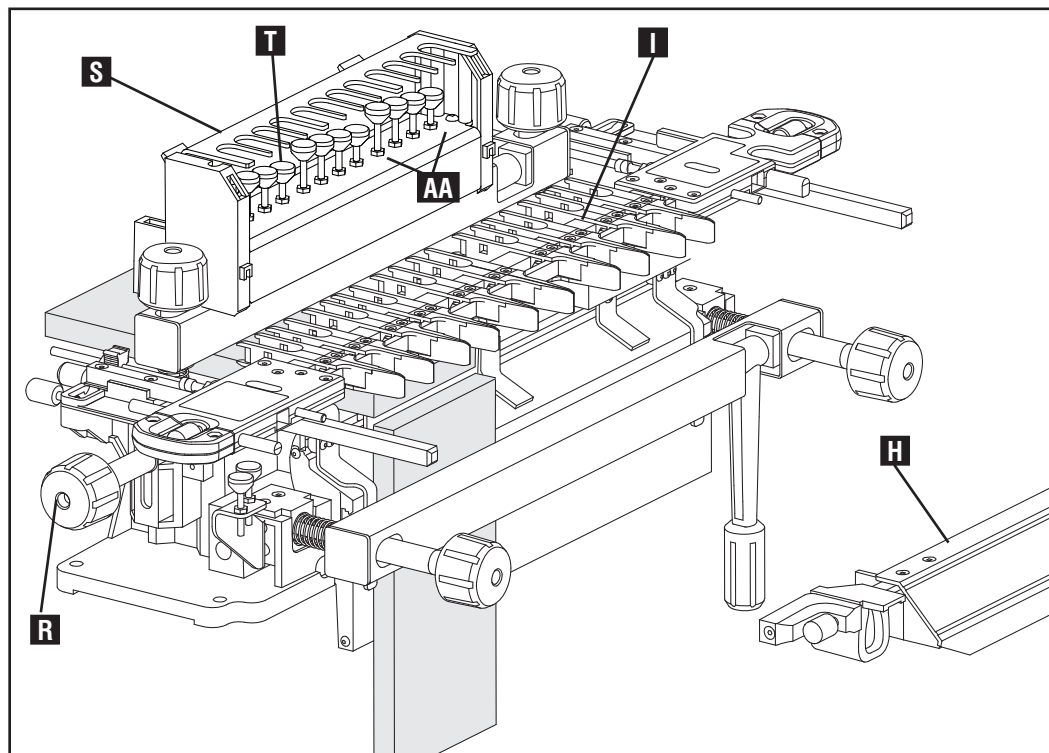

Fig. E6
9. Ubique la plantilla (I) Fig. E6 hacia abajo y ajuste las perillas de bloqueo de la plantilla (se muestra una en R). Reemplace la barra del estabilizador (H) y bloquéela en su lugar.
11. Ajuste la profundidad de la broca de la rebajadora con el calibre de profundidad de broca de rebajadora semiciega de espacios variables (S) Fig. E6, que viene incluido con la OMNIJIG® de 610 mm (24").